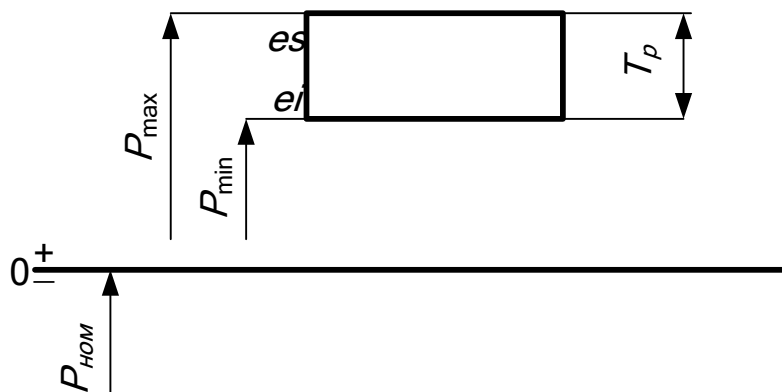

Рисунок 1 – Схема поля допуска размера физической величины
8. Построить схемы полей допусков размеров физической величины согласно полученным результатам (рисунок 1).